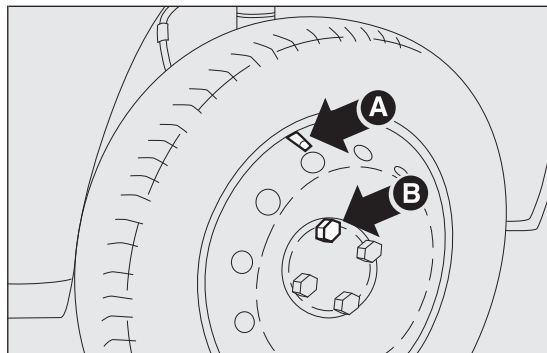

fig. 123
- ☐ para los vehículos con llantas de aleación, montar la rueda normal apretando el primer tornillo B fig. 123 con 2 vueltas en el orificio más cercano a la válvula de inflado A;